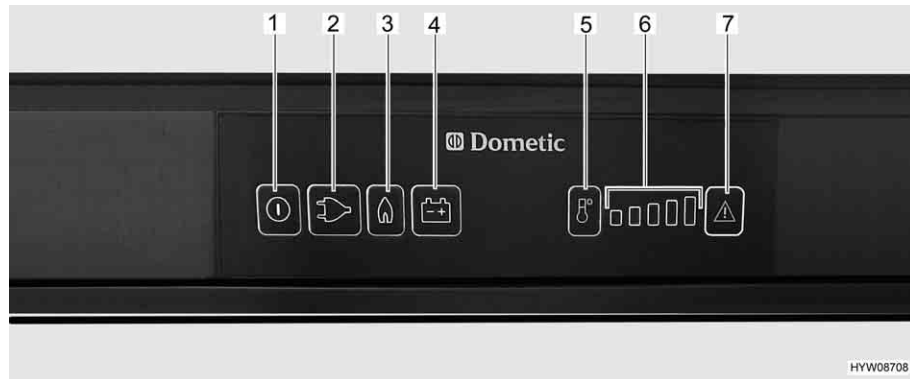

Fig. 197 Elementi di comando per il frigorifero (serie Dometic 8 con SMSE)
- Premere il tasto On/Off (Fig. 197,1) per circa 2 secondi. Il frigorifero si accende. Si accende il tasto dell'ultima modalità di funzionamento.
- Eventualmente premere il tasto per la modalità di funzionamento "Gas" (Fig. 197,3). Il tasto si accende. L'alimentazione del gas è ora aperta. L'accensione avviene automaticamente. È udibile un ticchettio fino a quando procedura di accensione non è stata portata a termine.
- Regolare la temperatura di raffreddamento con il tasto di selezione dei gradi di temperatura (Fig. 197,5).
- Eventualmente premere il tasto della modalità di funzionamento "230 V" (Fig. 197,2). Il tasto si accende.
- Eventualmente premere il tasto della modalità di funzionamento "12 V" (Fig. 197,4). Il tasto si accende.